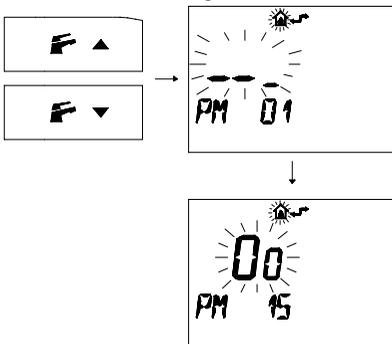

fig. 5.26
- 3 Premere i pulsanti $\text{F} \blacktriangle$ o $\text{F} \blacktriangledown$ per visualizzare la programmazione "PM 15" abilitazione della sonda esterna fig. 5.26